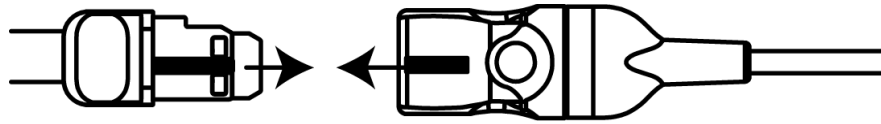

Figura 12-13 Collegamento di un sensore al cavo del preamplificatore
- 3 Posizionare il connettore del sensore davanti al connettore del cavo sensore e allineare i simboli sui due componenti (figura 12-13).